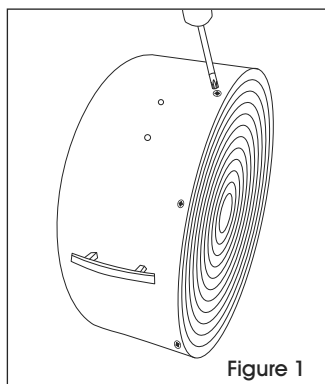

Figure 1
2. Using T25 Torx screwdriver, loosen, then remove all of the grill fasteners on front and rear grills. (See Figure 1)
2. En utilisant un tournevis Torx T25, desserrez puis retirez toutes les attaches se trouvant sur les grilles avant et arrière. (Voir Figure 1)